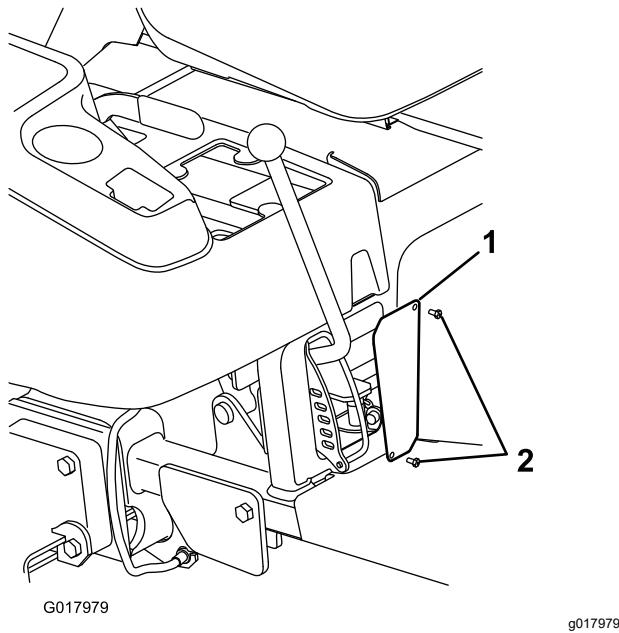

Figura 9
1. Montate il nuovo pannello schermante nella **parte posteriore** dell'apertura del telaio con 2 viti HWH (#10 x ½") (Figura 9).